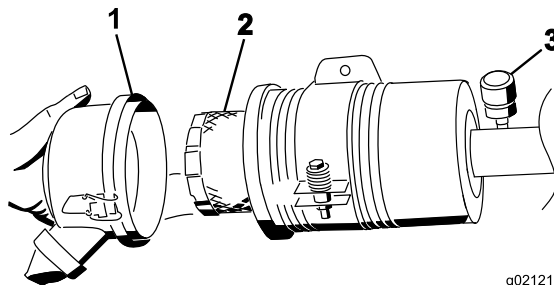

Figura 70
3. Togliete il filtro e sostituitelo (Figura 70).